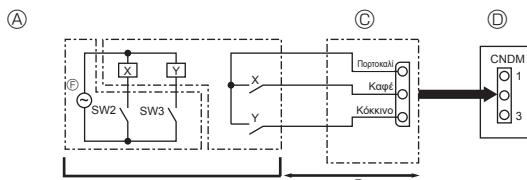

Fig. 8-2
8.2. Λειτουργία ρύθμισης (επιπτόπου τροποποίηση) (Fig. 8-2)